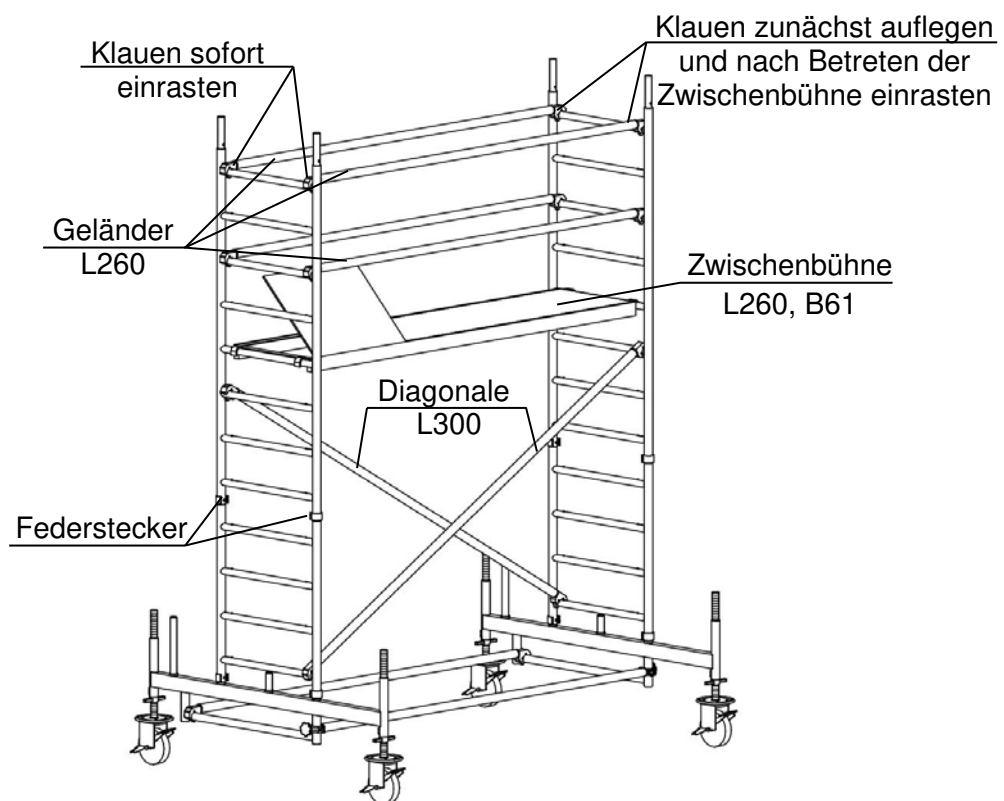

Bild 9: Seitenschutz der Zwischenbühne
- ➔ Die Zwischenbühne betreten und die abliegenden Klauen einrasten. (siehe hierzu Bild 9).
- Zum Seitenschutz der Zwischenbühne (Bild 10) siehe Beschreibung zu Bild 9.
- Eine Arbeitsbühne L260, B61 Alu-Sperrholzbelag mit Klappe als Zwischenbühne auf die jeweils 4. Sprossen der oberen Aufsetzleitern legen und die Abhebesicherung schließen. Zwei Geländer L260 einen Meter über der Zwischenbühne einbauen (siehe hierzu Bild 9).
- Zum Seitenschutz der Zwischenbühne (Bild 11) siehe Beschreibung zu Bild 9.
- Der Seitenschutz ist wie zu Bild 9 und 10 beschrieben einzubauen.